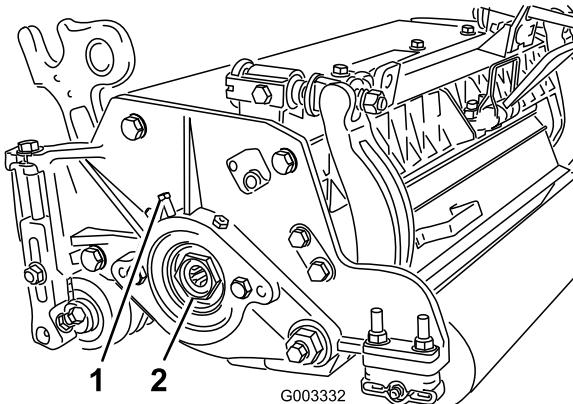

Рисунок 27
- А. Ослабьте внешний установочный винт, который крепит регулировочную гайку подшипника к корпусу подшипника, расположенному на левой стороне режущего блока (Рисунок 27).